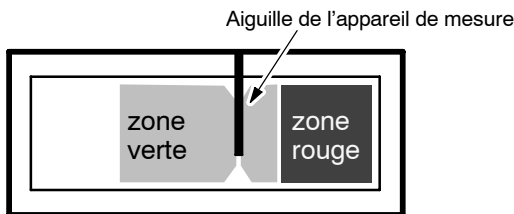

FIG. 11
4. Réglez l'appareil de mesure de la pression du patin dans la zone verte. Appuyez sur le bouton de réglage de la pression du patin pour réduire ou augmenter la pression. Pour obtenir un résultat optimal, réglez l'aiguille de la manière illustrée (Figure 11).